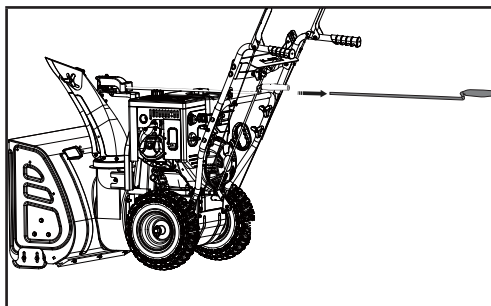

Figure 34
2. Retirez la goupille R (figure 34).
3. Retirez le levier du support de la goulotte de décharge (figure 34).